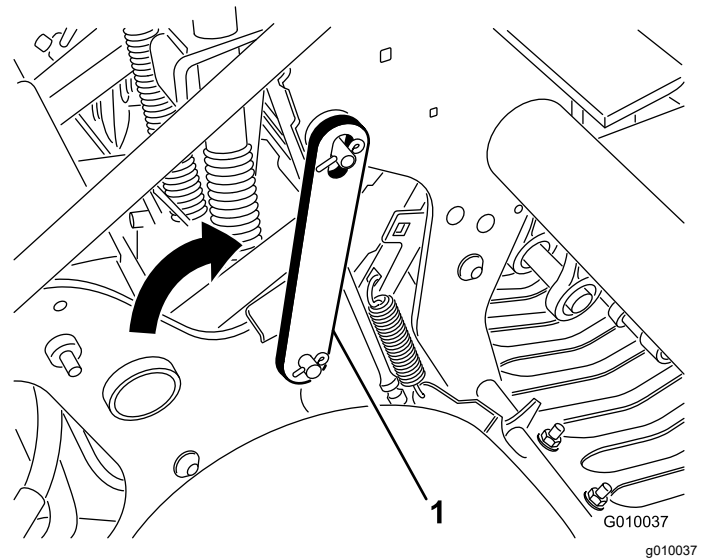

Figure 21
4. Faites pivoter le verrou de service en arrière et engagez-le sur la goupille de la tête d'aération (Figure 21). Fixez le verrou en place avec la goupille de blocage.